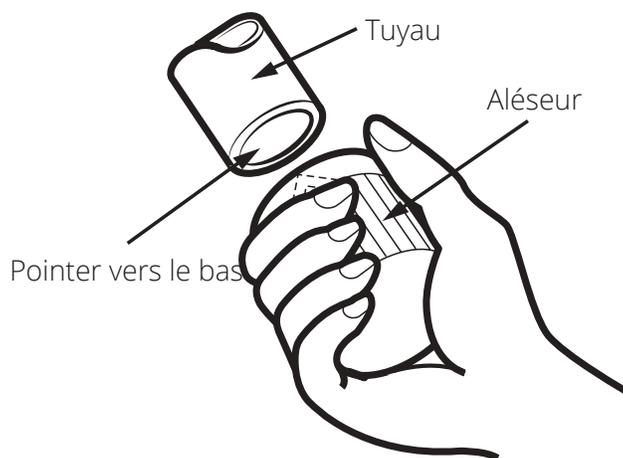

Fig. 2.10
2. À l'aide d'un alésoir ou d'un outil d'ébavurage, supprimez toutes les bavures de la section coupée du tuyau. Voir la Fig. 2.10